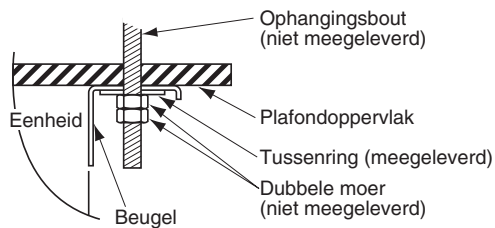

Afb. 3-13
- (5) Schroef de ophangingsbouten in en laat ze ver genoeg uit het plafond steken (Afb. 3-11 en 3-12). De afstanden van elk van de gebruikte bouten moet gelijk zijn binnen 50 mm. (Afb. 3-13)